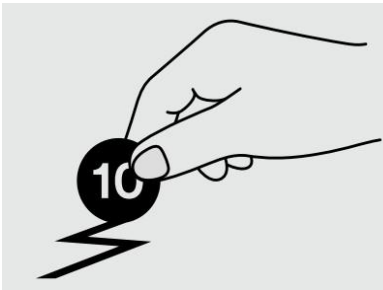

Figura 1: 3M™ DI-NOC™ Abrasion Resistant AR riduce i graffi visibili nelle aree ad alto traffico
- Riduce i graffi visibili nelle aree ad alto traffico (Figura 1). I detriti possono essere spazzati via con un panno.